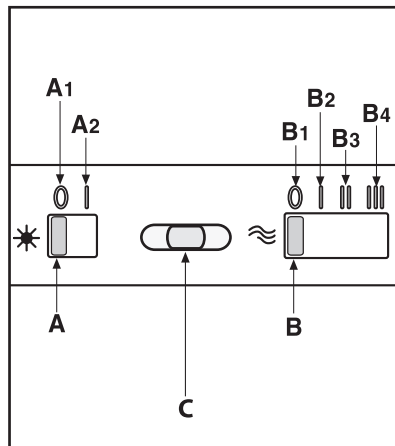

Fig.7
• **Bedienung slider (Fig.7):**